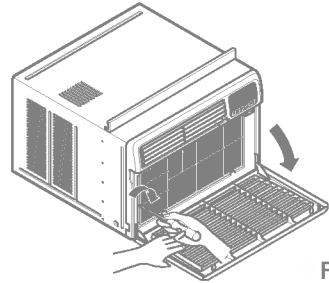

Fig. 21
- Instale la rejilla frontal en el gabinete insertando la lengüeta en la rejilla a la lengüeta en el frente del gabinete. Empuje la rejilla hasta que se cierre con sonido de golpe. (Ver Fig. 21)
- Levante la rejilla de entrada y asegúrela con un tornillo (tipo A) a través de la rejilla frontal. (Ver Fig.21)